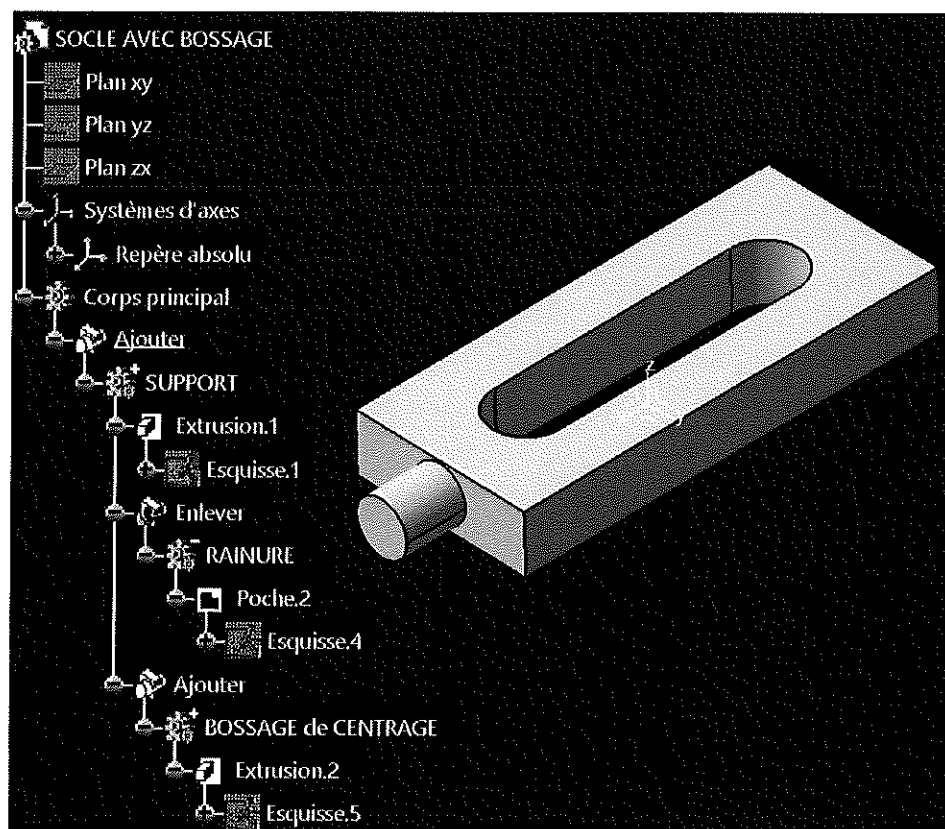

Figure 6. P₂ : Socle avec bossage
- P_2 : Socle avec bossage (Figure 6)